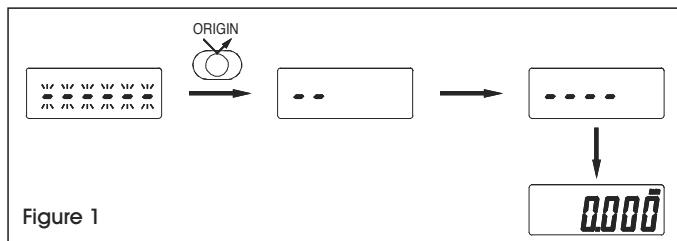

Figure 1
**IMPORTANT! Une fois la pile installée, appuyez d'abord sur le bouton ORIGIN (origine) pour réinitialiser le micromètre, mais évitez de faire tourner le tambour au moment du réglage des valeurs prédéfinies. (Voir Figure 1)**
- IMPORTANT!** Une fois la pile installée, appuyez d'abord sur le bouton **ORIGIN**, mais évitez de faire tourner le tambour au moment du réglage des valeurs prédéfinies. (Voir Figure 1) Si le tambour tourne à ce moment précis, les réglages par défaut pourraient ne pas être effectués. Réinstallez la pile si vous avez déplacé le tambour au cours de cette étape.